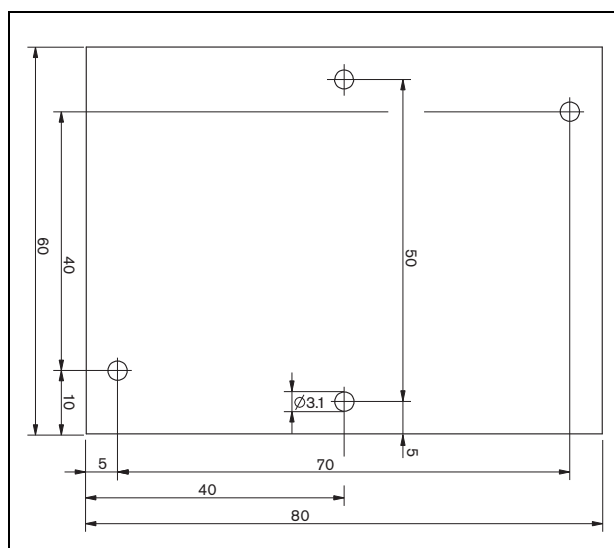

figure 12.5: Dimensions de la carte de contrôle esclave
- 1 Utilisez les orifices de la carte de contrôle esclave (voir figure 12.5) pour la monter dans un haut-parleur. Les bobines de la carte de contrôle-esclave doivent être espacées de 30 mm au moins de l'aimant du haut-parleur et de 50 mm au moins de son transformateur. Dans le cas contraire, les champs magnétiques peuvent perturber le fonctionnement correct de contrôle-esclave.